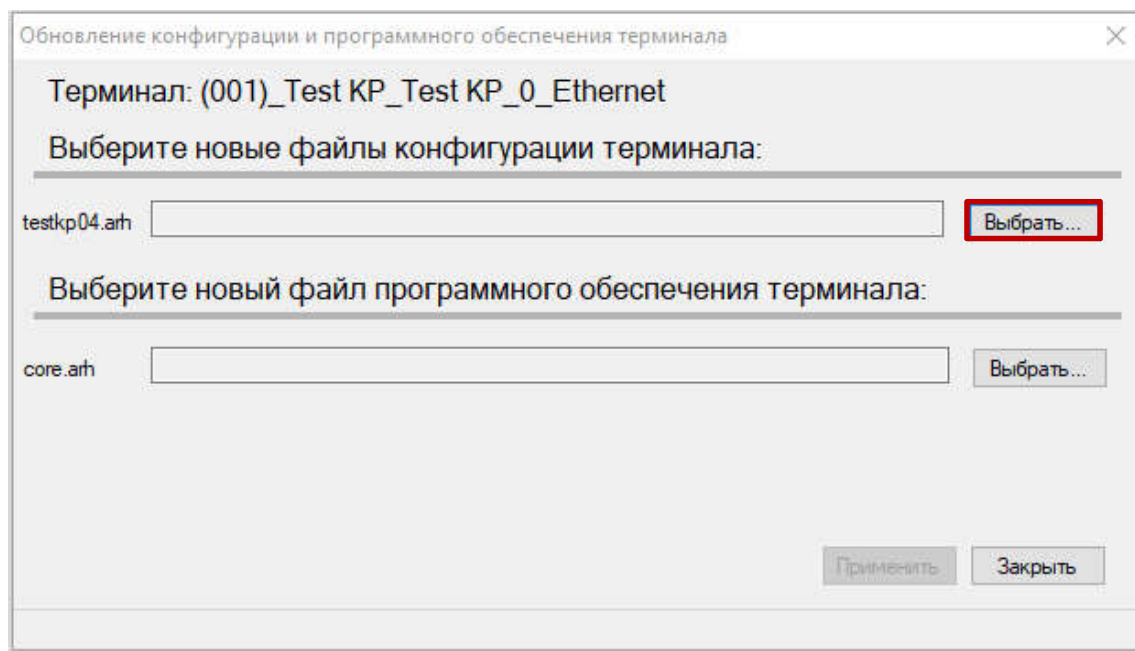
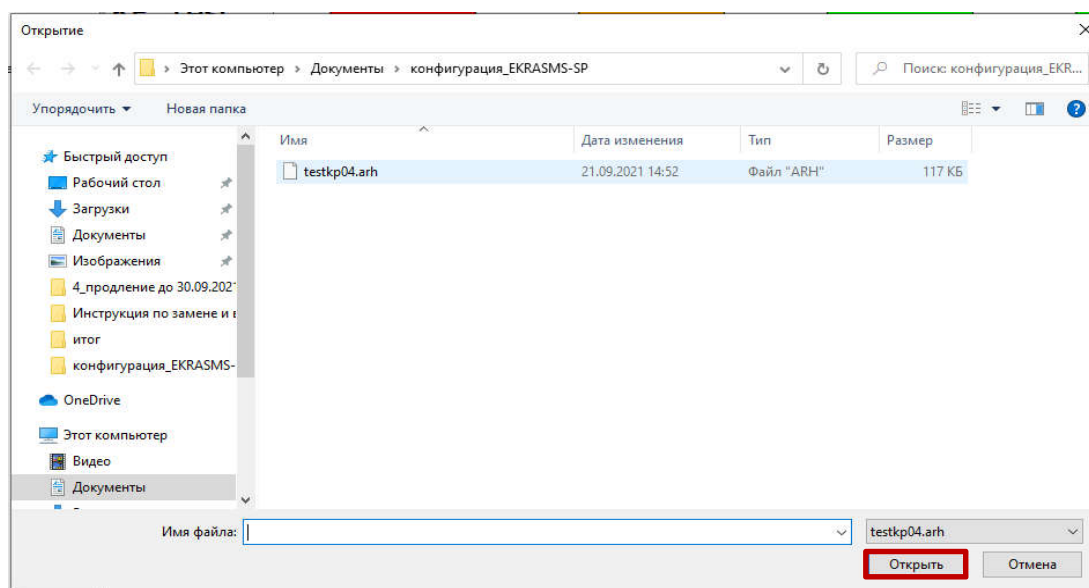
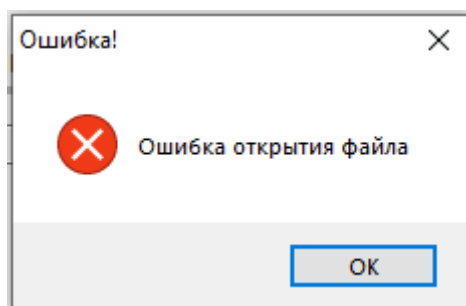

Рисунок 6 – Окно **Обновление конфигурации и ПО терминала**
Рисунок 7– Выбор файла конфигурации
Рисунок 8 – Сообщение об ошибке
4.3 В появившемся окне **Обновление конфигурации и программного обеспечения терминала** нажать кнопку **Выбрать** (см. рисунок 6) и затем указать путь к загружаемому файлу конфигурации (файл с расширением «*.arh», имя загружаемого файла конфигурации должно совпадать с именем файла конфигурации в терминале) (см. рисунок 7). Программа проверяет загружаемый файл конфигурации и в случае обнаружения ошибки выдает соответствующее сообщение об ошибке (см. рисунок 8). При этом терминал продолжает работать с текущей конфигурацией. Возможные причины ошибки: файл конфигурации поврежден, ошибка открытия файла.